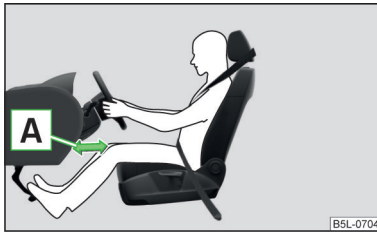

Fig. 144 Distanța sigură față de planșa de bord
- Reglați longitudinal scaunul șoferului în așa fel, încât distanța de la picioare [A] la planșa de bord să fie de minim 10 cm în zona airbagului pentru genunchi » fig. 144. Dacă, din rațiuni de mărime corporală, nu este posibil să se îndeplinească această condiție, adresați-vă unei unități service specializate.